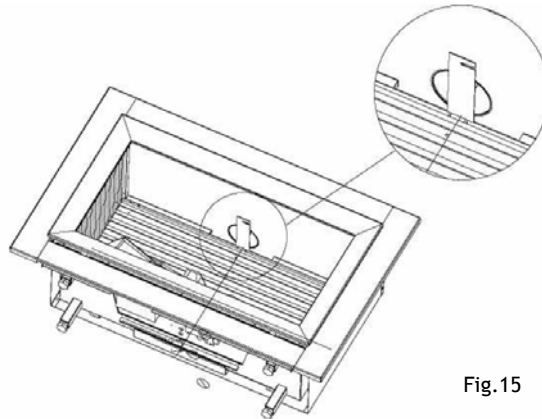

Fig.15
- 4) Plaats de juiste stuw in de verbrandingskamer (zie fig. 15). Voor de berekening hiervan zie hoofdstuk 3.